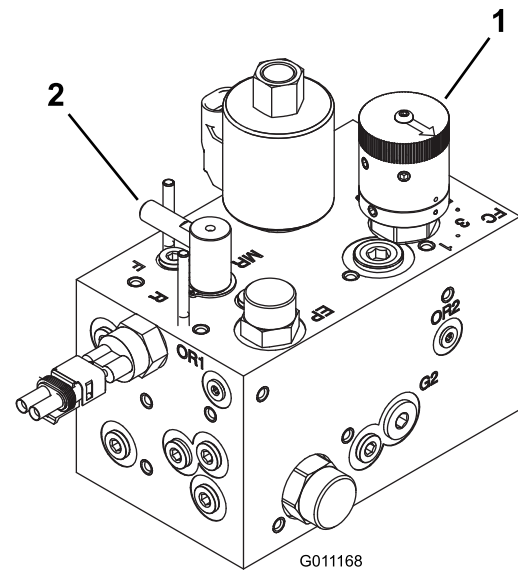

Bild 47
2. Drehen Sie das Spindeldrehzahlhandrad (Bild 47) auf die Zahl, die Sie in Schritt 1 ermittelt haben.